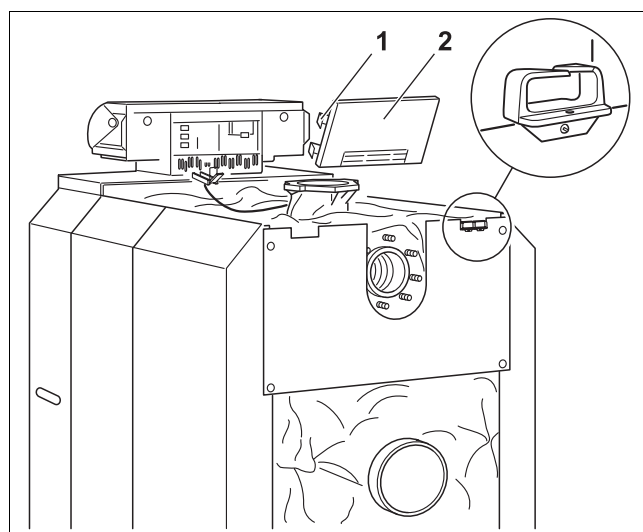

Рис. 53 Установка задней стенки
- Закрепить кабельный проход (см. выноску → рис. 53) слева и справа к задней стенке котла.